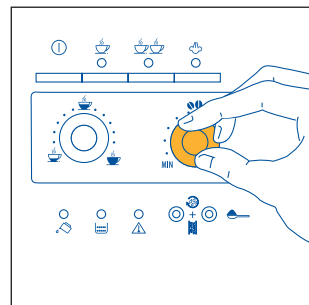
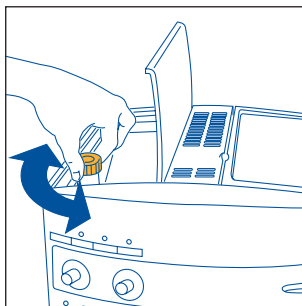

Fig. 7
Fig. 17
- 2) Réglez le bouton de droite (fig. 7) pour programmer le goût désiré du café. Plus vous tournez dans le sens des aiguilles d'une montre et plus la quantité de grains à moulinner augmentera et donnera un café plus fort. Lors de la première utilisation, il faut procéder par tentatives et faire plusieurs cafés pour trouver la bonne position du bouton. Attention à ne pas trop tourner dans le sens des aiguilles d'une montre, le café risquerait de couler trop lentement (goutte à goutte) surtout si vous devez faire deux tasses de café.
NOTA 1: Si le café coule goutte à goutte ou s'il ne sort pas du tout, tournez le bouton de réglage de la mouture (fig. 17) d'un cran dans le sens des aiguilles d'une montre (voir § 6). Tournez d'un cran à la fois jusqu'à obtention d'un débit satisfaisant
NOTA 2: si le café coule trop vite et que la crème n'est pas satisfaisante, tournez légèrement le bouton de droite (fig. 7) dans le sens des aiguilles d'une montre. Procédez par tentatives et faites plusieurs cafés pour trouver la bonne position du bouton. Attention à ne pas trop tourner dans le sens des aiguilles d'une montre, le café risquerait de couler trop lentement (goutte à goutte) surtout si vous devez faire deux tasses de café. Si, au bout de quelques cafés la crème obtenue n'est pas satisfaisante, tournez également le bouton de réglage de la mouture (fig. 17) d'un cran en sens inverse des aiguilles d'une montre (voir § 6).
Pour résoudre ce problème, il faut régler le degré de mouture du moulin à café en tournant le bouton de réglage (fig.17) d'un cran en sens inverse des aiguilles d'une montre (voir chap. 6)
Le moulin à café ne doit pas être réglé, du moins au début, puisqu'il est préréglé en usine pour que le café coule correctement. Cependant, si après les premiers cafés le café coule trop vite ou trop lentement (goutte à goutte) vous devez régler le problème en agissant sur le bouton de réglage du degré de mouture (fig. 17). Pour obtenir une sortie plus rapide du café (sans gouttes) tournez le bouton d'un cran (égal à un chiffre) dans le sens des aiguilles d'une montre.